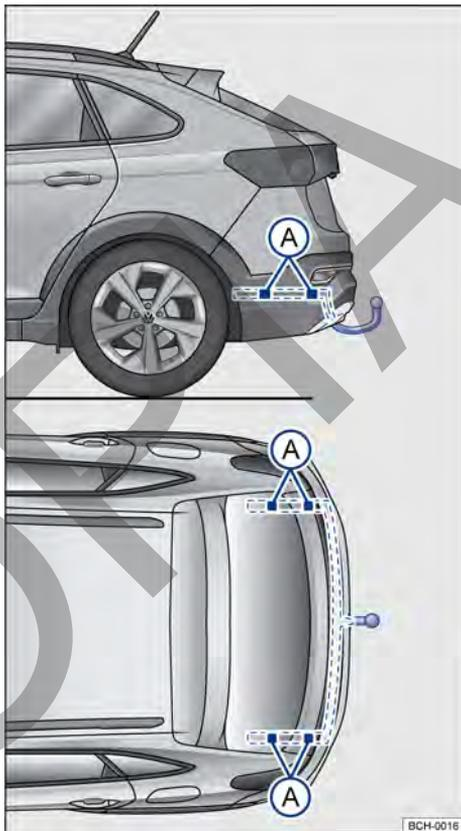

Fig. 156 Puntos de fijación para el montaje posterior de un enganche para remolque.
La figura → **fig. 156** muestra, por ejemplo, el punto de fijación para el montaje de un dispositivo de remolque del modelo Nivus.
El montaje posterior de un dispositivo de remolque deberá ser efectuado de acuerdo con las instrucciones del respectivo fabricante del enganche, siempre respetando los puntos de fijación indicados en la → **fig. 156** (A).